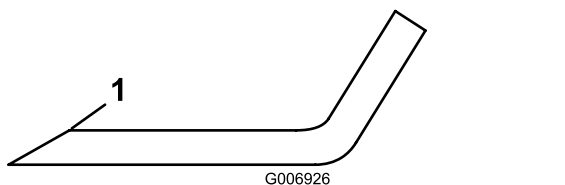

图 70
3. 检查所有刀片的刀刃。如果刀片变钝或出现豁口请磨快刀刃。仅打磨刀刃的边缘保持最初的切割角度保证锋利度 (图 70)。如果从两片刀刃上磨掉相同量的金属刀片会保持平衡。